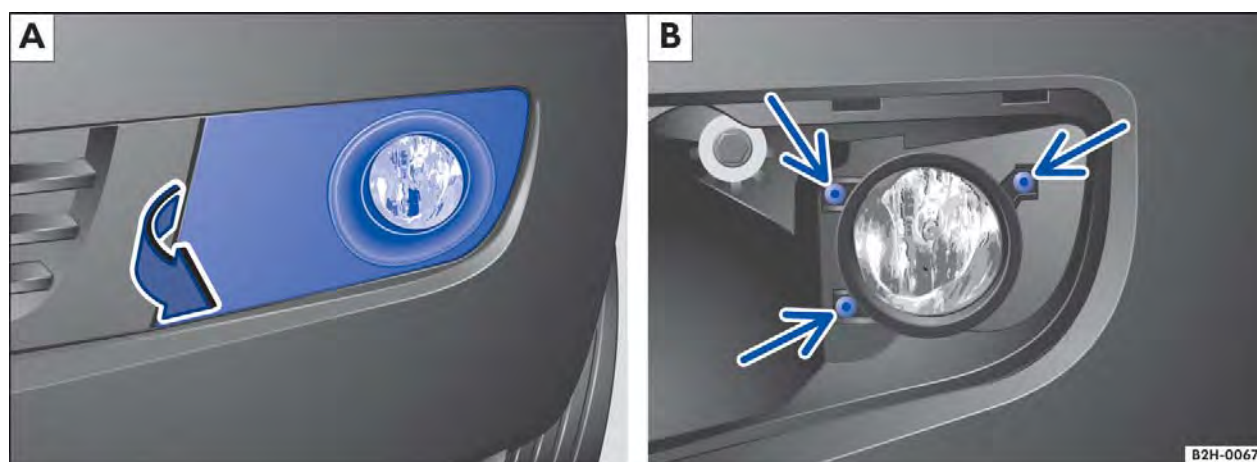
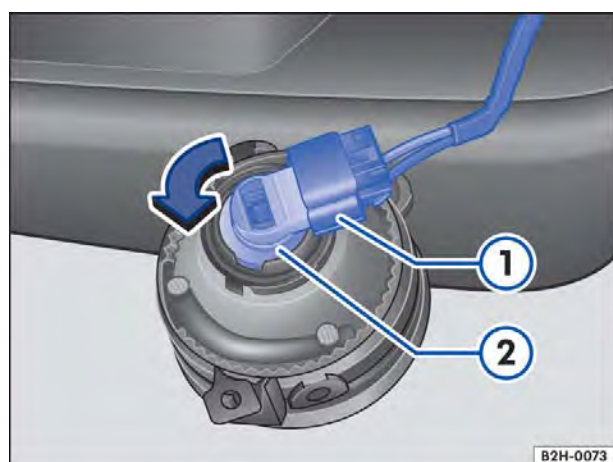

Fig. 171 No para-choque dianteiro à direita: desinstalar farol.
Fig. 172 Substituir a lâmpada incandescente do farol.
2. Puxar a cobertura para frente no sentido da seta ⇒ Fig. 171 A.
3. Desparafusar os parafusos de fixação ⇒ Fig. 171 B com a chave de fenda das ferramentas de bordo ⇒ Página 318.
5. Destravar e retirar o conector ⇒ Fig. 172 ①.
6. Girar o suporte da lâmpada ② no sentido da seta para a esquerda até o batente e puxar para fora com a lâmpada incandescente.
9. Encaixar o conector ① no suporte da lâmpada ②. O conector deve encaixar audivelmente.
10. Encaixar o farol nos apoios ⇒ Fig. 171 B e rebater para trás.
11. Apertar os parafusos de fixação ⇒ Fig. 171 B com a chave de fenda.
12. Encaixar a cobertura no para-choque ⇒ Fig. 171 A.